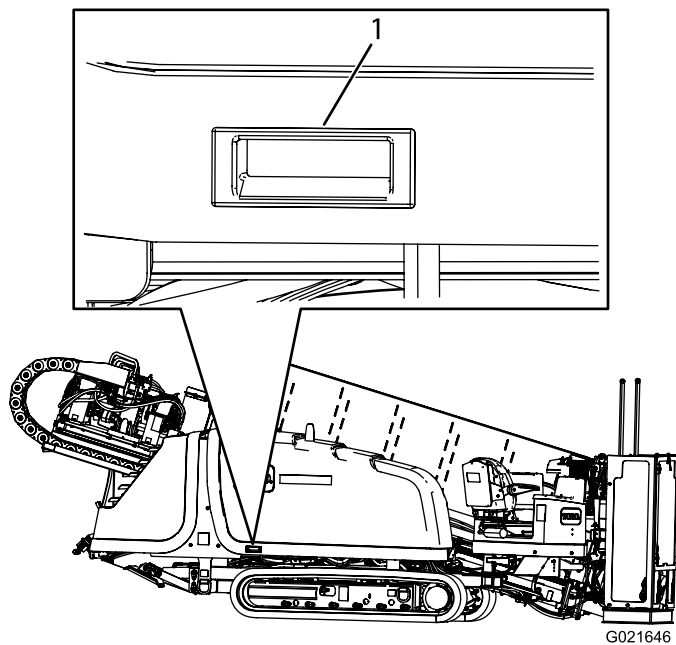

Bild 96
3. Heben Sie sie mit dem Griff an, siehe Bild 96.